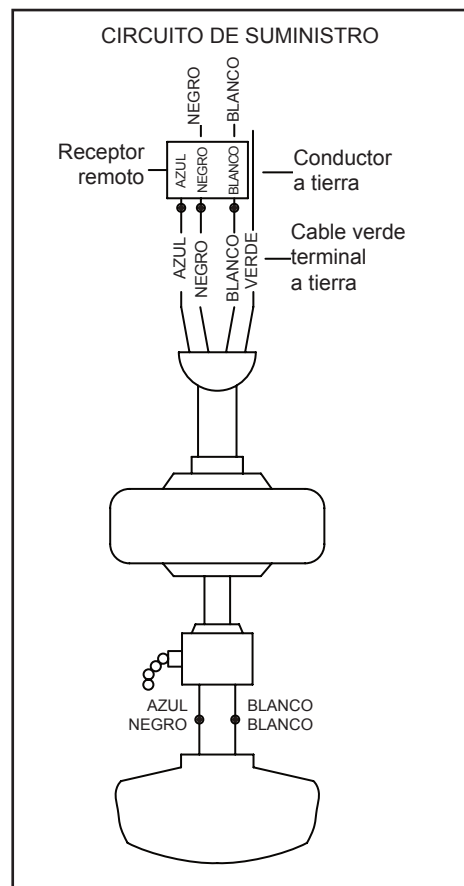

Figura 11
Sigue estos pasos para conectar tu ventilador al circuito de tu hogar. Usa las tuercas de conexión de cable incluidas con el ventilador y el control remoto. Asegura los conectores con cinta aislante. Asegúrate de que no haya conexiones ni cables sueltos. (Figura 11)
1. Conecta el conductor a tierra del cable de 120 V (puede ser un cable desnudo o un cable con aislante verde) al (los) cable(s) terminal(es) a tierra verde(s) del ventilador. (Figura 11)
2. Conecta el cable blanco del motor del ventilador al cable blanco del receptor usando una tuerca de cable. (Figura 11)
3. Conecta el cable negro del motor del ventilador al cable negro del receptor usando una tuerca de cable. (Figura 11)
4. Conecta el cable azul del motor del ventilador al cable azul del receptor usando una tuerca de cable. (Figura 11)
6. Conecta el cable blanco del receptor al cable blanco de energía (neutro) usando una tuerca de cable. (Figura 11)